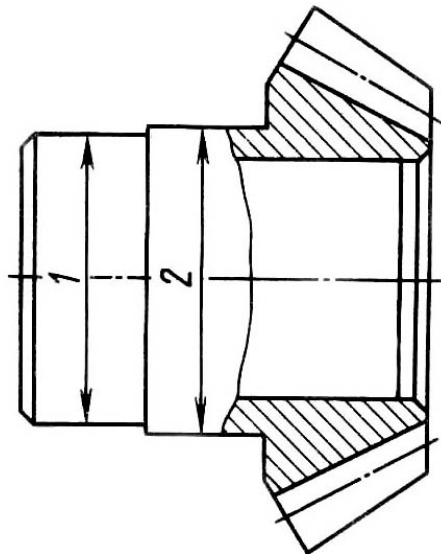

Рис.33. Расположение шеек ведущей конической шестерни:
**Ведущая коническая шестерня.** Допускаются износ шейки 1 (рис.33) под передний подшипник до диаметра 89,929 мм, шейки 2 под задний подшипник до диаметра 94,989 мм, уменьшение толщины зуба шлицев до размера 6,09 мм.